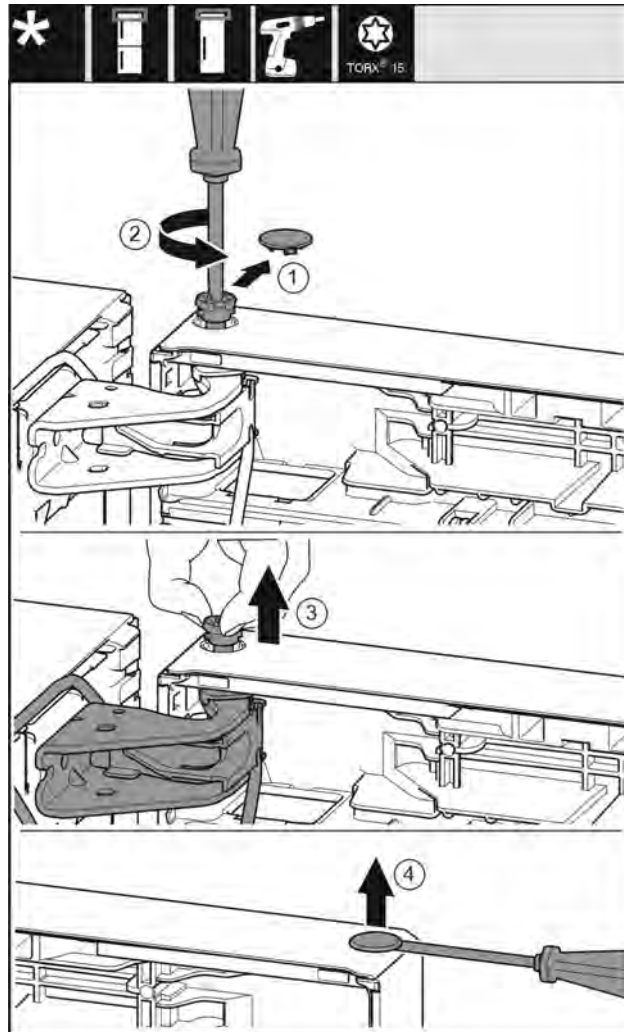

Fig. 10
- ▶ Осторожно снимите предохранительную крышку. Fig. 10 (1)
- ▶ Немного выкрутите палец отверткой T15. Fig. 10 (2)
- ▶ Удерживая дверь, извлеките палец вручную. Fig. 10 (3)
- ▶ Осторожно приподнимите и извлеките при помощи шлицевой отвертки заглушку из опорной втулки двери. Fig. 10 (4)